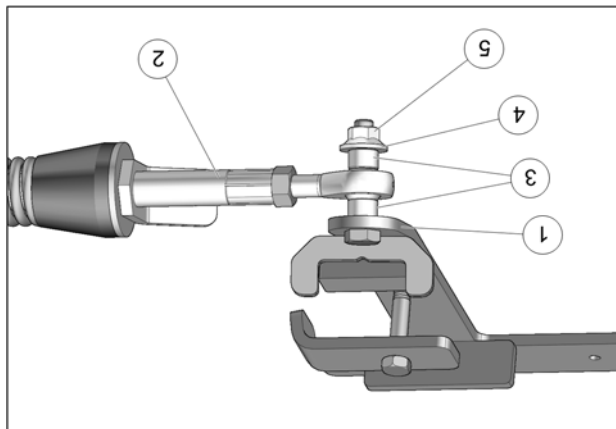

Fig. 16
7. Fixer le bras stabilisateur (2) au boulon déjà installé sur l'ancrage de suspension (1) à l'aide des deux espaces (3), de la rondelle (4) et de l'écrou autobloquant (5). Serrer à un couple de 70 N•m [52 lb•pi]. Voir la Fig. 16